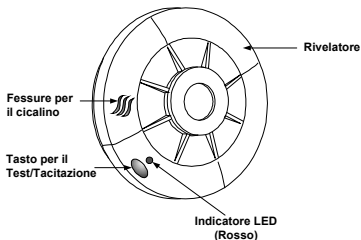

Figura 6: Coperchio del Rivelatore di Fumo
- ◆ Rimuovere la linguetta di blocco posta su un lato della base di montaggio dell'unità (vedi *Figura 6*).
Quando l'indicatore LED rosso (vedi Figura 6) lampeggia una volta ogni 30 secondi, indica che il rivelatore è in condizione di funzionamento normale. Quando il LED rosso lampeggia molto frequentemente e simultaneamente il cicalino interno del rivelatore emette un tono acustico, indica che il rivelatore sta rilevando fumo.